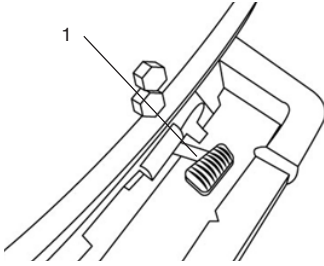

Рис. 23 Рычаг блокировки наклона
3. левой рукой нажмите на рычаг блокировки наклона и удерживайте его в нажатом положении (Рис. 23). После чего, правой рукой возьмитесь за рукоятку 6 на кожухе двигателя (Рис. 1) и наклоните мотор в максимально верхнее положение.